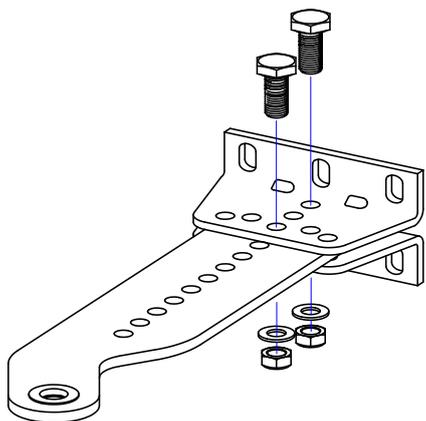

Рисунок 8. Сборка крепления заднего
- Определив монтажные размеры **A** и **B** и место размещения заднего крепления на столбе, выберите вариант сборки заднего крепления (Таблица 7, Рисунок 8). При необходимости кронштейн заднего крепления подрежьте до нужного размера. В случаях если длины кронштейна не достаточно, используйте подручные материалы для удлинения заднего крепления.